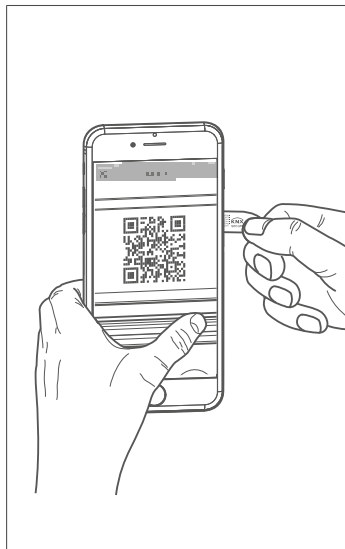
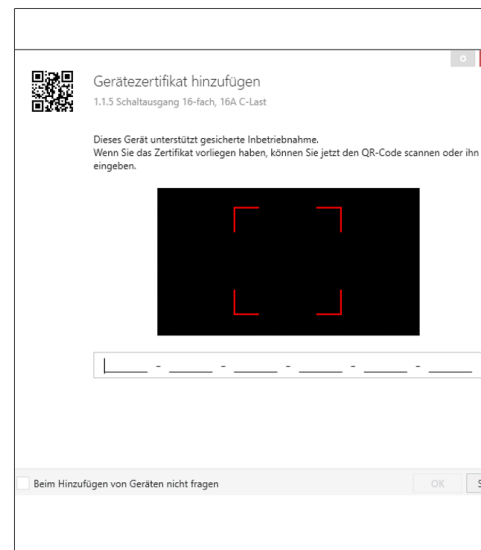

Fig. 15: Scansionare il codice QR
Fig. 16: Inserire il codice QR manualmente
- 2 Inserire il codice secure del dispositivo (codice QR) (Fig. 16), scansionarlo (Fig. 15) oppure aggiungerlo al progetto in ETS.